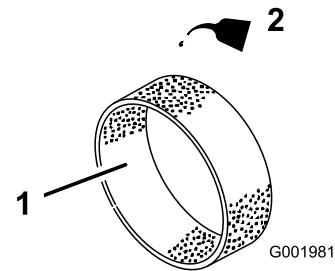

Figura 45
- Ponga 30–60 ml de aceite en el elemento (Figura 45).